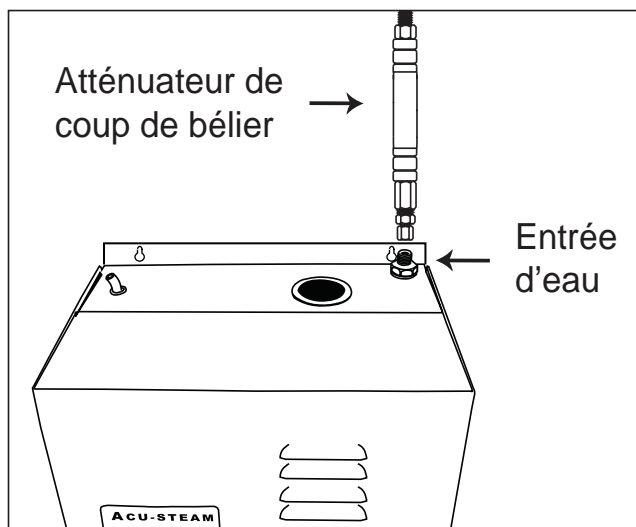

Fig. 16a
16.1 Le raccord d'entrée d'eau au-dessus de l'humidificateur doit être garni de ruban en teflon. Vissez l'atténuateur de coup de bélier (bout de tuyau de caoutchouc rouge avec deux raccords) sur le dessus de l'humidificateur sans endommager les filets. Voir Fig. 16a. Utilisez de nouveau la méthode à deux clés pour le serrage.